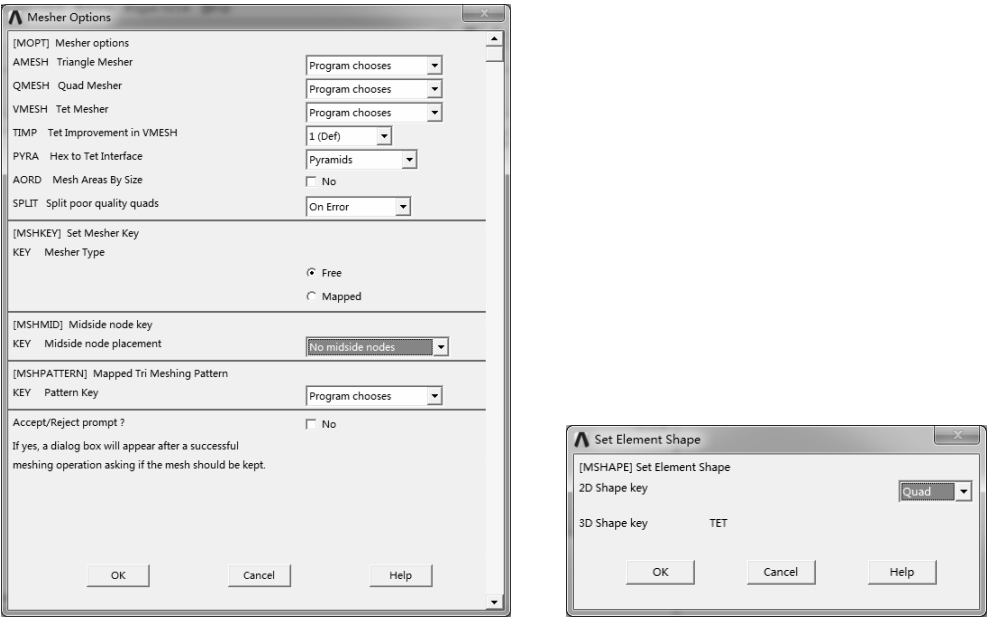

图 10-26 设置网格选项和单元形状
1) 选择“Main Menu>Preprocessor>Meshing>Mesher Opts”命令，弹出“Mesher Option”对话框，在“Midside node placement”选项中选择“No midside nodes”，单击“OK”按钮，弹出“Set Element Shape”对话框，在“2D Shape key”选项中选择“Quad”，单击“OK”按钮完成，如图 10-26 所示。